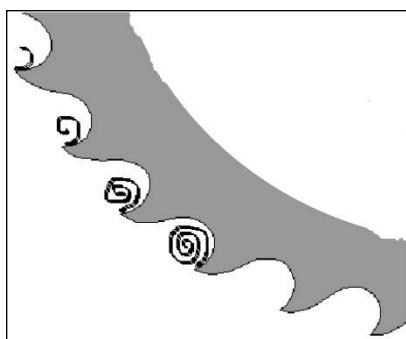

Рис.6
- При отрезке толстых заготовок требуется диск с крупным шагом зубьев для размещения крупной стружки (рис. 6).